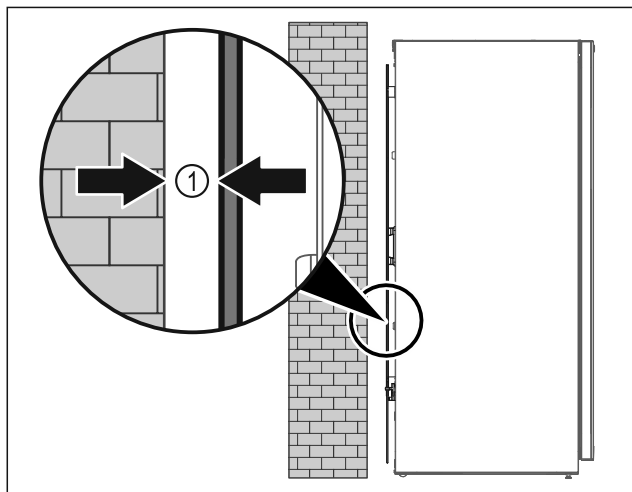

Fig. 10
- ▶ Prietaisą galima statyti arba laisvai patalpoje, arba prie pat sienos min. 5 mm Fig. 10 (1) atstumu.